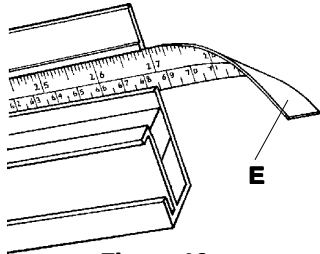
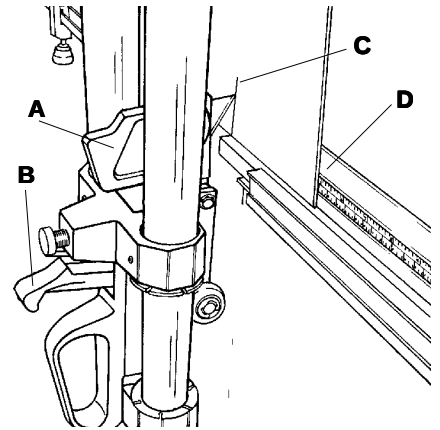

Figure 16
Figure 15
The **RIGHT SUPPORT SCALE** can now be aligned and set in its proper position. Mark a short line on a mat/mount board exactly 6 inches (15cm) from the right edge. Insert the mat/mounting board **PILLAR POST (A)** in the cutting head and lock it with the **SPEED SCREW**. Depress the **SHORT THUMB LEVER (B)** and raise the **CUTTING HEAD**. Place the mat/mount board on the **SQUARING EDGE BAR** and slide it in position so the cutting blade rests exactly on the line **(C)**. See **Figure 15**.
The **RIGHT SUPPORT SCALE** has a strip of double sided tape **(E)** on the back at the right end as seen in **Figure 16**. Slide the **SCALE** out to the right and remove the protective paper from the tape. Now, slide the **SCALE** back to the left until the 6 inch (15cm) index on the **SCALE** lines up with the right edge of the mat/mount board as shown at **(D)** in **Figure 15**. Press on the right end of the **SCALE** and the tape will adhere it in place.
Die **Skala** in der **rechten Halterung** kann jetzt angeglichen und in der richtigen Position befestigt werden. Auf einem Passepartout/Karton ziehen Sie einen Strich, der genau 15 cm von der rechten Kante entfernt ist. Legen Sie den **Passepartout/Karton Halter (A)** in den **Schneidekopf** und ziehen Sie die **Schnellspannmutter** an. Drücken Sie den **kurzen Hebel (B)** und heben Sie den **Schneidekopf** an. Legen Sie das Passepartout/Kartonstück an die **Winkelleiste** an und schieben Sie es in eine Position, so daß die Schneideklinge genau auf dem Strich **(C)** liegt. Siehe **Abbildung 15**.
Auf der Rückseite der **Skala** der **rechten Halterung** befindet sich ein doppelseitiges Klebeband **(E)**, wie in **Abbildung 16** gezeigt. Ziehen Sie die **Skala** nach Rechts heraus und entfernen Sie das Schutzpapier von dem Doppelklebeband. Schieben Sie die **Skala** jetzt wieder nach Links bis die 15 cm Marke auf der **Skala** auf gleicher Höhe mit der rechten Kante des Passepartout/Kartonstückes ist, siehe **(D)** in **Abbildung 15**. Drücken Sie auf das rechte Ende der **Skala**, um sie in dieser Position zu befestigen.
Vous pouvez maintenant aligner la **RÈGLE DE SUPPORT DROIT** et la placer à la bonne position. Tracez une petite ligne sur l'encadrement ou le panneau de montage à 15 cm (6 po.) exactement du bord droit. Introduisez l'**OUTIL (A)** pour la coupe d'encadrements et de panneaux de montage dans la tête de coupe et verrouillez-le à l'aide de la **VIS DE SERRAGE**. Appuyez sur le **LEVIER DE TAQUET COURT** et soulevez la **TÊTE DE COUPE**. Placez l'encadrement ou le panneau de montage sur la **BARRE DE BORD D'ÉQUARRISSAGE** et faites-le glisser à sa place de manière à ce que la lame repose directement sur la ligne que vous avez tracée **(C)**. Référez-vous à la **Figure 15**.
Comme vous pouvez le voir dans la **Figure 16**, la **RÈGLE DE SUPPORT DROIT** comporte une bande de ruban adhésif sur les deux côtés **(E)**. Faites glisser la **RÈGLE** vers la droite pour la retirer et enlever le papier protecteur qui se trouve sur le ruban adhésif. Refaites ensuite glisser la **RÈGLE** vers la gauche jusqu'à ce que l'index de 15 cm (6 po.) sur la **RÈGLE** soit aligné avec le bord droit de l'encadrement ou du panneau de montage, comme il est indiqué au **(D)** de la **Figure 15**. Appuyez sur le bout droit de la **RÈGLE** et le ruban adhésif la fera coller à sa place.